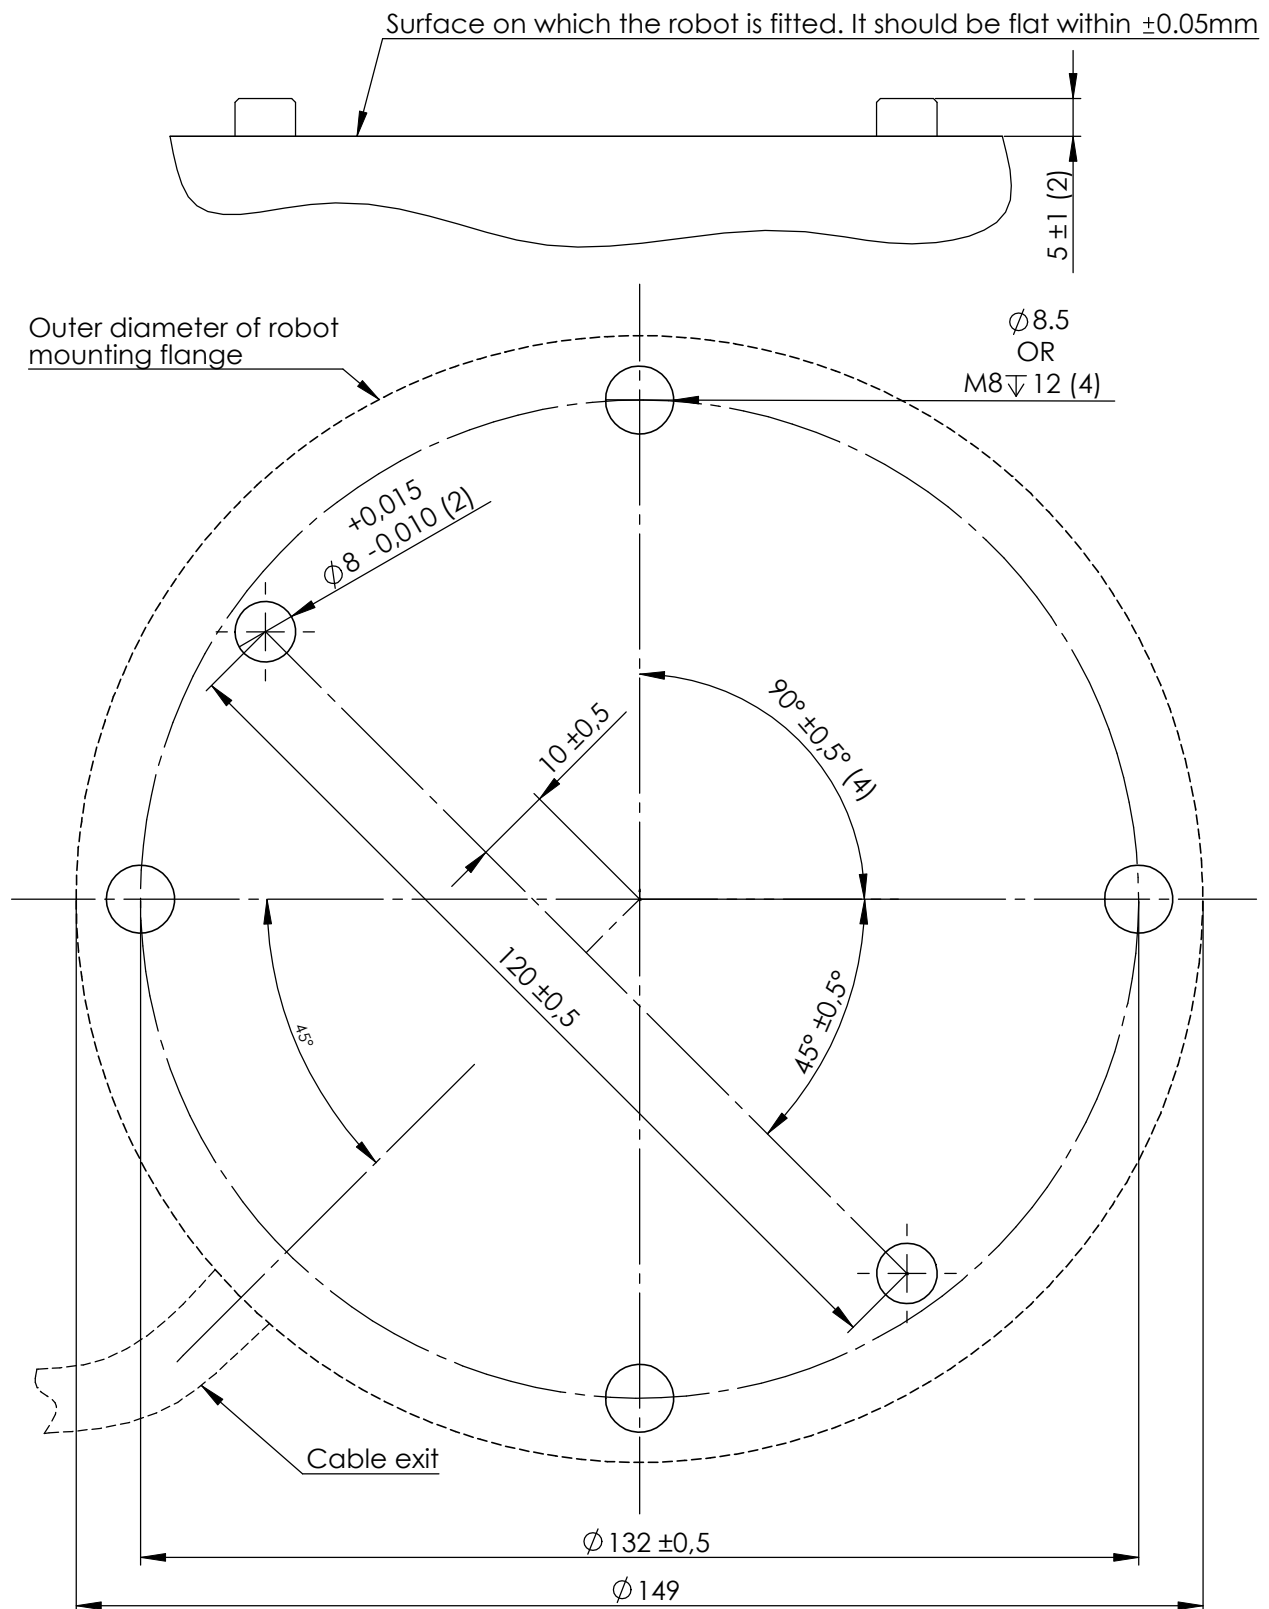

Abbildung 4.1: Löcher zur Montage des Roboters. Verwenden Sie vier M8 Schrauben. Alle Maßangaben sind in mm.
**Roboterarm** Der Roboterarm wird mithilfe von vier M8 Schrauben montiert, die in den vier 8.5 mm-Löchern des Roboterfußes befestigt werden. Es wird empfohlen, diese Schrauben mit 20 N m Drehmoment festzuziehen. Für eine sehr genaue Neupositionierung des Roboterarms sind zwei Ø8 Löcher zur Verwendung mit einem Stift vorgesehen. Darüber hinaus ist ein genaues Gegenstück des Fußes als Zubehörteil verfügbar. Abbildung 4.1 zeigt die Stelle, an der die Löcher zu bohren und die Schrauben zu montieren sind.